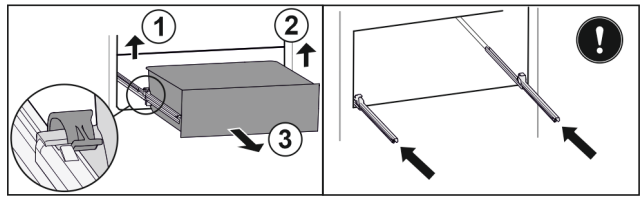

Fig. 38
- Sollevare il morsetto sinistro e allo stesso tempo tirare in avanti il cassetto sinistro. Fig. 38 (1)
- Sollevare il morsetto destro e allo stesso tempo tirare in avanti il cassetto destro. Fig. 38 (2)
- Rimuovere il cassetto tirandolo in avanti. Fig. 38 (3)